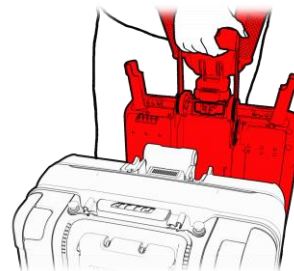

Figura 52
4. Mueva el chasis delantero del manillar y sepárelo del chasis trasero (consulte la Figura 52).